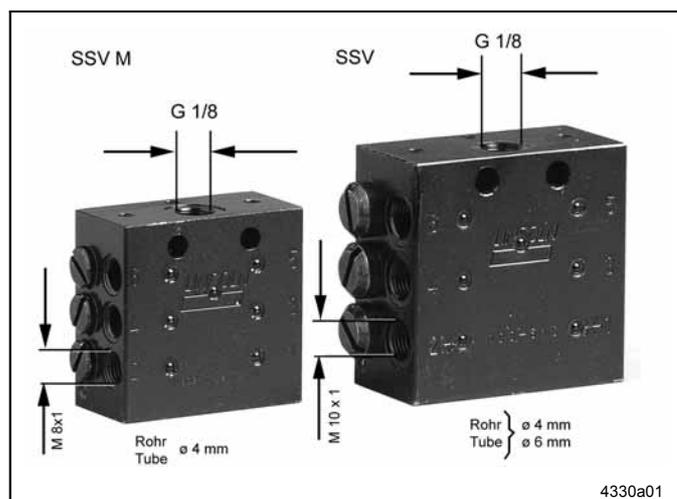

Рис. 11 Отличительные признаки SSV M и SSV
- б) приведённые ниже параметры, см. также Рис. 11.